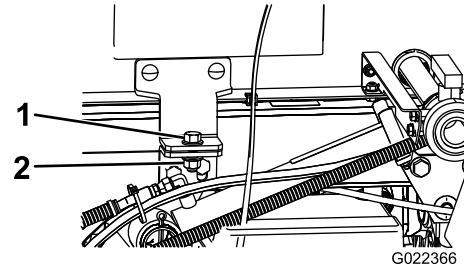

Figura 87
4. Retire los pernos de seguridad de la parte delantera del patín (Figura 87).